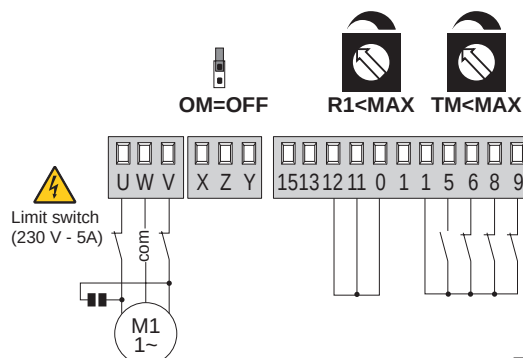

Fig. 6.2
- (Abb. 6.2) Verwendung mit Endschaltern.